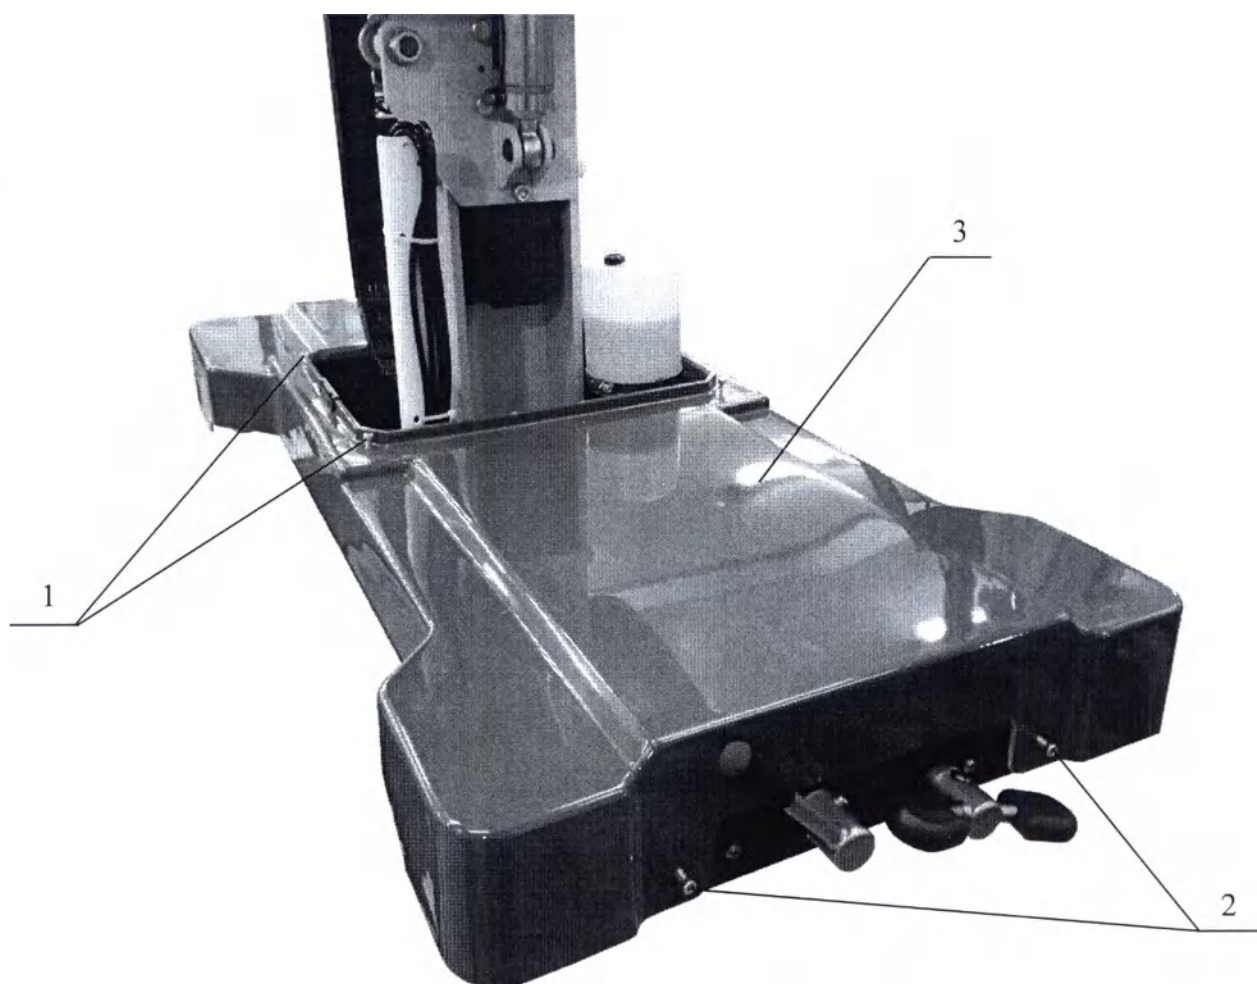

Рисунок 14. Снятие обшивки основания стола
- отверните винты 1 – 4 шт. (Рисунок 14);